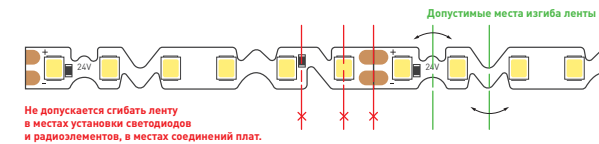

Рис. 5. Места изгиба ленты
- Максимальный угол изгиба на плоскости — 90 градусов (рис. 5)